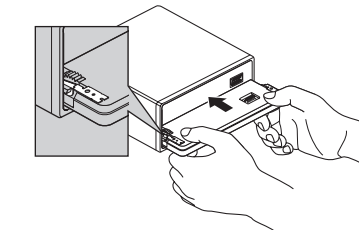

Fig. 12
**2. Reinstale el panel delantero en la unidad. (Fig. 12)**